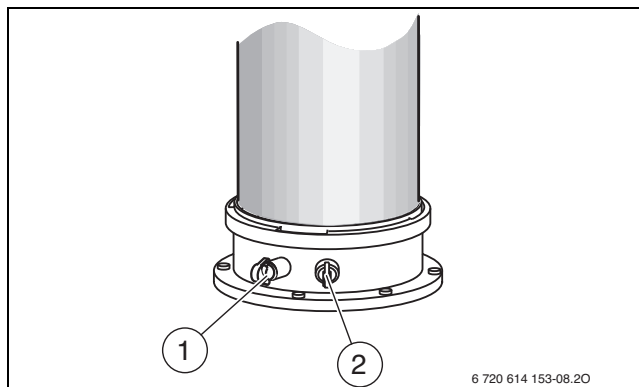

Fig. 42 Buse de mesure des fumées et de l'air de combustion
- Retirer le bouchon de la buse de mesure des fumées [1] (→ fig. 42).